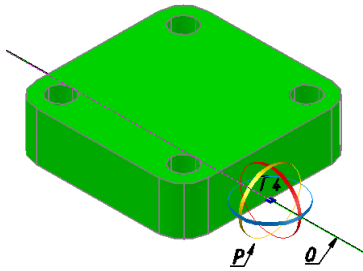

Рис. 25
- ◆ Поворачиваем фланец на 90° (рис. 25).